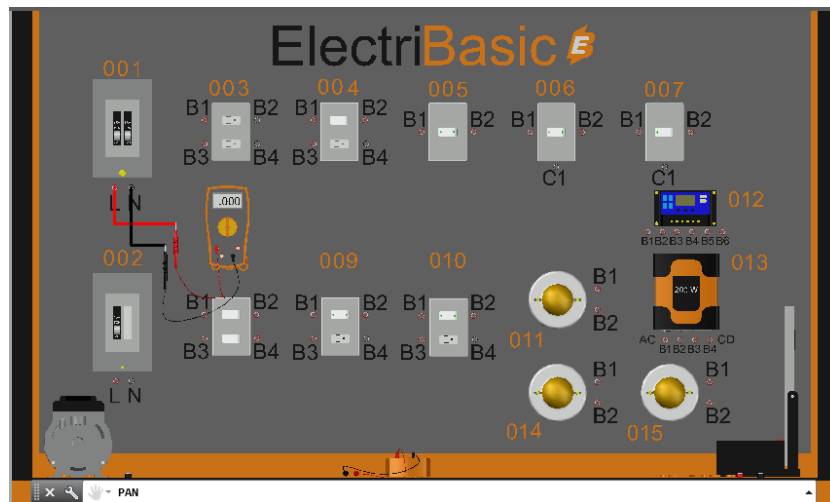

Fig.2
- 3.-Con el cable rojo (INPUT) del multímetro colocarlo en la 001-L y el negro (COM) en el borne 001-N, medir el voltaje en 001, procurando estar con los equipos de protección necesarios señalados en la aplicación para medición y buscando tocar solo las partes aisladas durante la medición. Fig.2